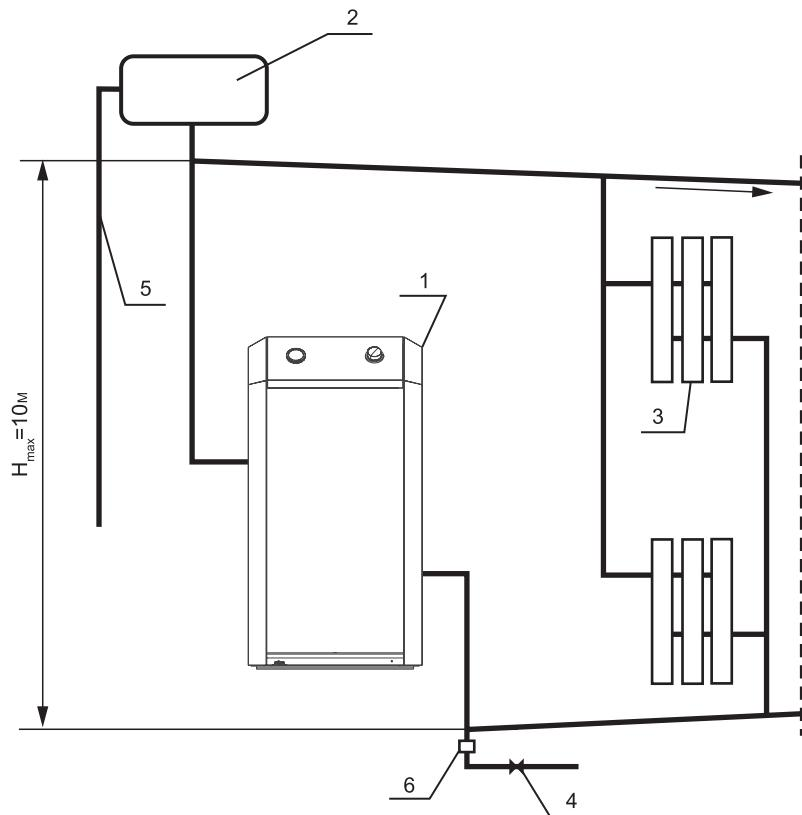

Рис. 2.
- 6.7. В открытой системе с снабжательным баком установлен в верхней точке каждого стояка, желательно в отдельном помещении. Запрещается устанавливать вентиль на сигнальной трубе (см. рис. 2, 3).